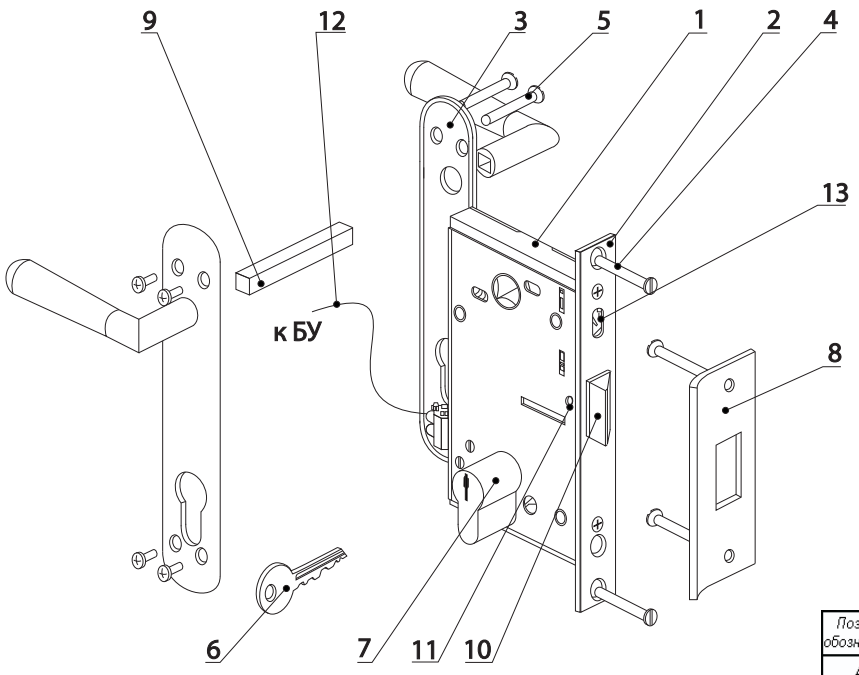

Рис.1 Состав и внешний вид замка.
Состав и внешний вид замка показаны на рис.1. Особенности замка:
- вывинтите полностью установочный винт 11 ключом шестигранным S2,5 (рис.1);